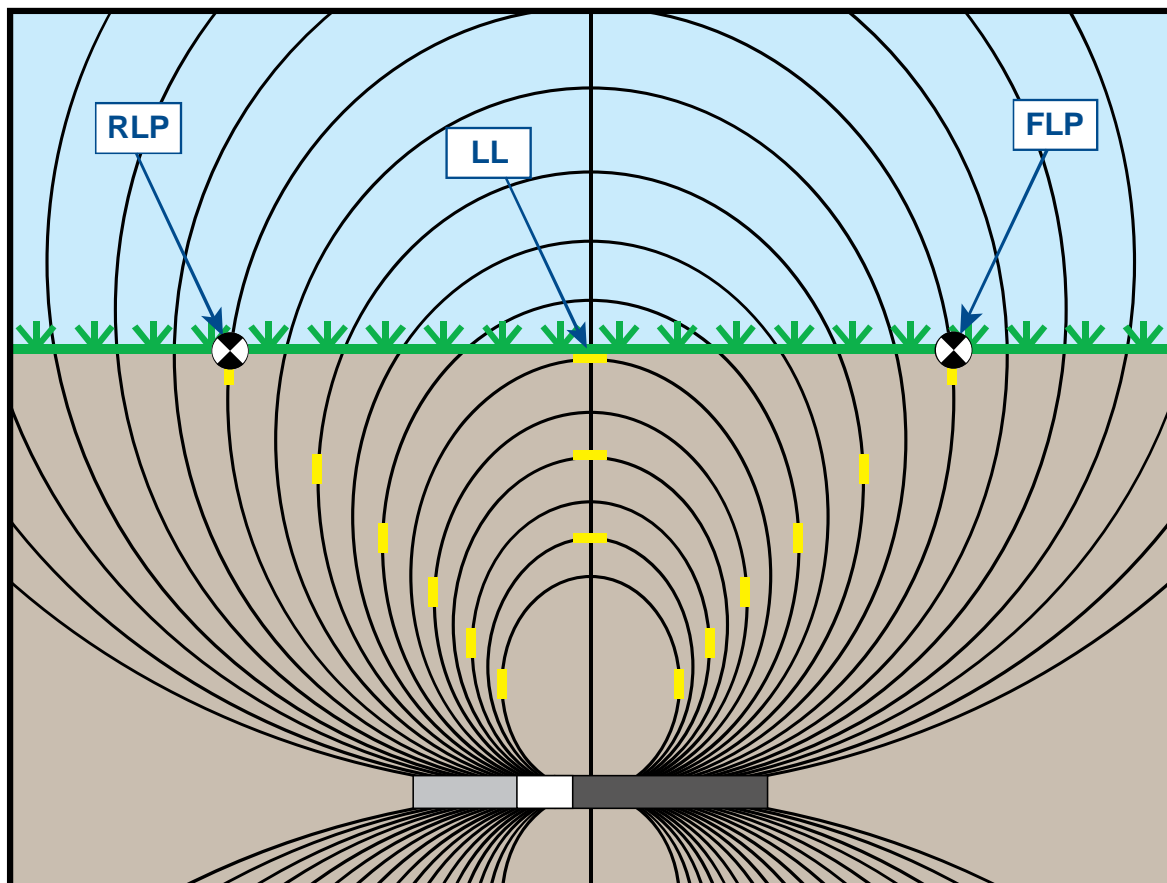

Figure B1. Champ de flux et géométrie des points FLP, RLP, et LL (vue latérale)
Comme le montre la Figure B1, les signaux émis par l'émetteur sont des signaux elliptiques ou lignes de flux. Les lignes de flux indiquent la position de l'émetteur. Lorsque l'émetteur est horizontal par rapport au sol, vous constaterez que l'axe d'alignement (LL) se trouve juste au-dessus de l'émetteur, et que la profondeur affichée sur le récepteur est la profondeur réelle. Vous constaterez aussi que les points d'alignement (FLP et RLP) sont à égale distance de l'émetteur. L'axe d'alignement LL se trouve à l'intersection du sol et de la composante horizontale du champ de flux, et les points d'alignement FLP et RLP se trouvent à l'intersection de la composante verticale du flux avec le sol. Certaines composantes horizontales et verticales sont identifiées par de courtes lignes jaunes sur la Figure B1.